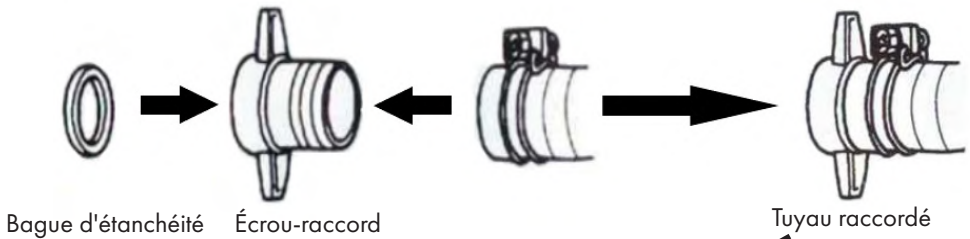

Figure 4
- Insérez le raccord de tuyau dans l'écrou comme dans la figure 4 et placez le joint.